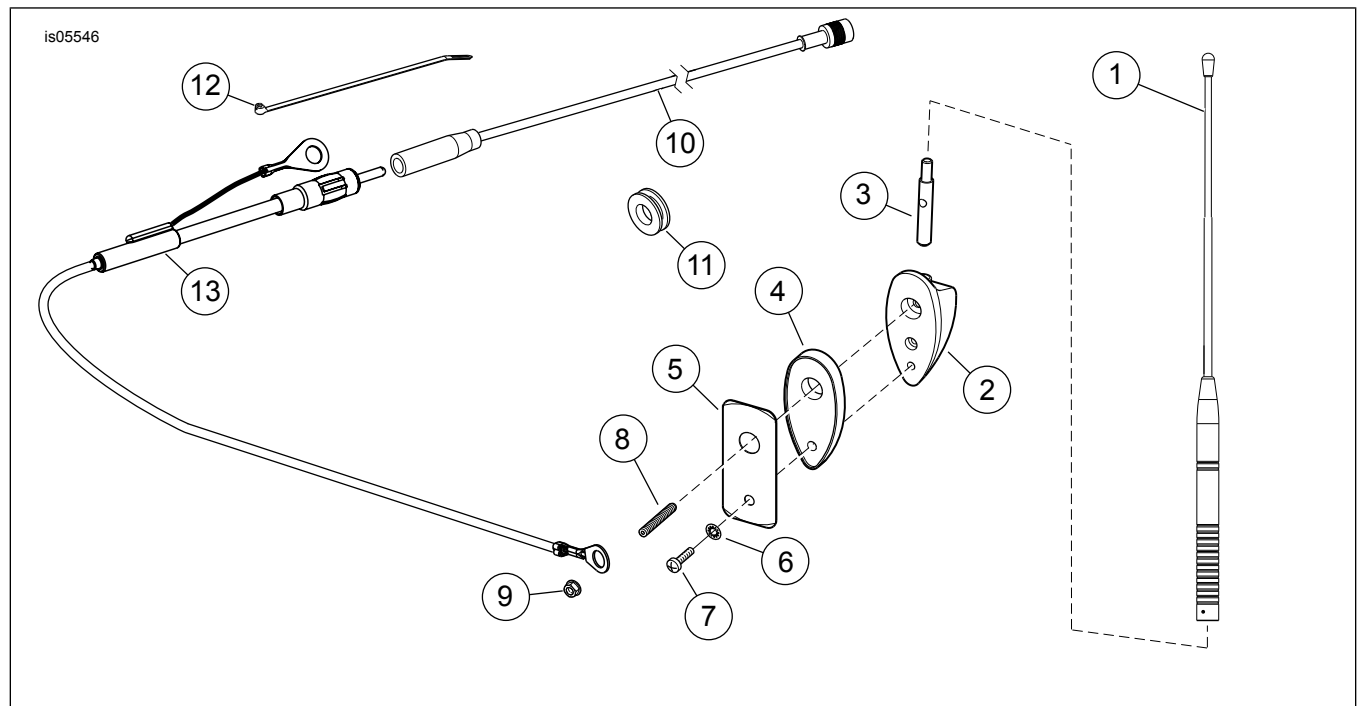

Abbildung 4. Ersatzteile: Hochentwickelter Audiosystem-/CB-Antennensatz
Siehe Abbildung 4 und Tabelle 1.
1. Siehe Abbildung 4. Den Adapter (3) in das **obere** Loch des Antennensockels (2) einsetzen.
2. Die Gewindebohrung an der SEITE des Adapters auf das obere Loch auf der Rückseite des Sockels ausrichten. Den Gewindebolzen (8) in das **obere** Loch auf der Rückseite des Sockels einsetzen und den Bolzen in die Bohrung im Adapter einschrauben. Den Bolzen fest anziehen.
3. Sockeldichtung (4) mit Antennensockel zusammensetzen.
4. Mit nach **oben** gerichtetem Adapter (3) die Sockelbaugruppe auf die in die Außenrückwand des Tour-Pak gebohrten Löcher ausrichten. Den Gewindebolzen (8) muss durch das größere (obere) Loch hindurch gesteckt werden.
5. Die Antennenverstärkungsplatte (5) von der Innenseite des Tour-Pak aus in Position bringen. Die Kabelöse über den Antennenansatz legen. Die Kabelverlängerung mittels Sechskantmutter und Sicherungsscheibe (9) befestigen, die Mutter jedoch noch nicht fest anziehen.
6. Die TORX®-Schraube (7) mit der kleinen Sicherungsscheibe (6) durch das kleinere (untere) Loch der Antennenverstärkungsplatte hindurch in den Antennensockel eindrehen. Die Schraube fest anziehen. Die Sechskantmutter sicher anziehen.
7. Den Antennenmast (1) auf den Antennensockeladapter (3) schrauben.